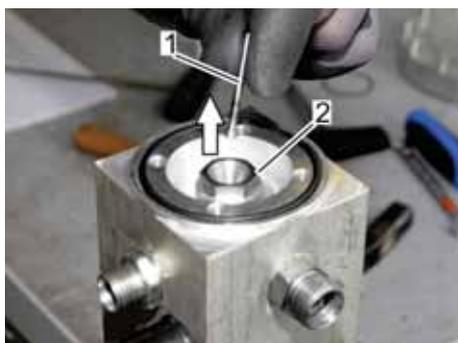

Abb. 36: Ventilkegel entnehmen
- 14. Den Ventilkegel (Abb. 36/1) aus dem Ventilsitz (Abb. 36/2) herausnehmen.
- 15. Den Kegel des Ventilkegels (Abb. 36/1) auf Abnutzung oder Ablagerungen untersuchen und reinigen, ggf. auswechseln.